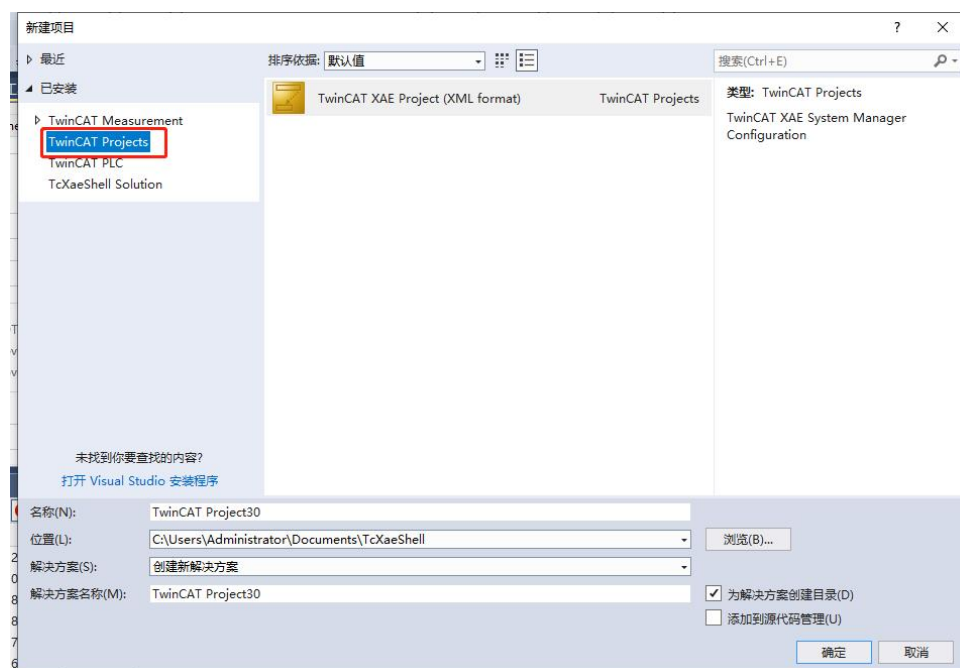

图 4.3 新建 TwinCAT 项目
(4) 在 PC 打开 TwinCAT 软件，成功安装 TwinCAT 网卡后，点击“文件”->“新建”->“项目”可打开“新建项目”对话框。选择“TwinCAT Project”->“TwinCAT XAE Project(XML format)”，在下方输入项目名称和保存位置后点击“确定”创建项目，如下图 4.3 所示。